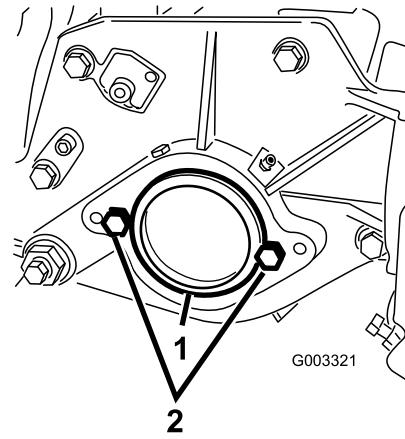

Figure 13
- A l'extrémité droite du plateau de coupe, retirez l'obturateur en plastique du logement de roulements (Figure 13).
- Enlevez les 2 vis de la plaque latérale droite (Figure 13).
- Placez les 2 vis de fixation du moteur de cylindre sur la plaque latérale gauche du plateau de coupe sans les serrer (Figure 13).